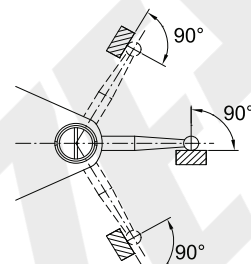
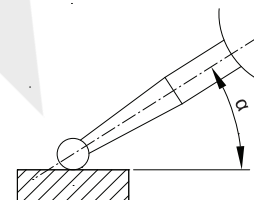

fig.4
fig.5
2. Pendant la mesure, le stylet doit être vertical par rapport à la direction de la mesure (fig.4). Lorsque le stylet est incliné par rapport à la direction de mesure (fig.5), la correction suivante doit être effectuée.